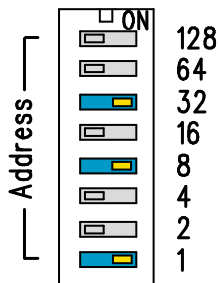

Рис. 72 Пример DIP-переключателя для настройки MAC-адреса
- 4 DIP-переключатели для настройки MAC-адреса устройства: см. Рис. 72 \(страница 110\)